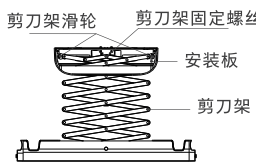

图4
1. 如图4，将剪刀架滑轮扣入安装板滑槽，将剪刀架螺丝锁紧。